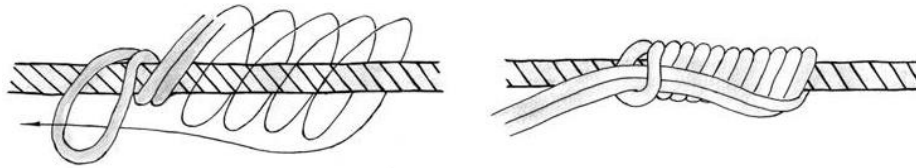

Рис. 15. Вузол австрійський схоплюючий
**Завдання 15.** Навчитися в'язати допоміжні вузли: австрійський схоплюючий (рис.15).